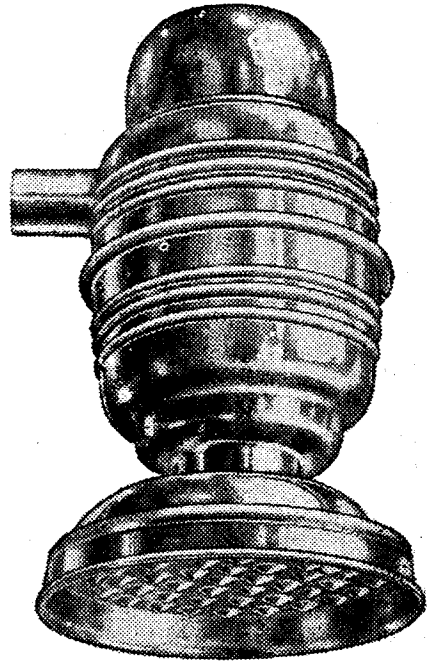

FIG. 7-A — Chuveiro comum, não automático.
FIG. 7 — Corte transversal de um chuveiro elétrico. A água entra no chuveiro através do cano F, sobe ao longo da resistência aquecedora, até à abertura do tubo E, por onde desce ao chuveiro propriamente dito, I. A resistência está, portanto, sempre submersa na água, cujo nível é determinado pela altura do tubo E. Na parte de cima do corpo, existe uma tampa B, na qual estão presos dois parafusos de contato G, isolados da tampa por intermédio de arruelas de borracha. Os parafusos servem, ao mesmo tempo, para apoiar o carretel de porcelana C, por meio de dois sólidos fios de cobre. A tampa superior H só serve como cobertura para os parafusos de ligação.
A construção interna de um chuveiro simples está ilustrada na fig. 7. Dentro de um vasilhame (A) fechado por uma tampa (B) está enrolada, sôbre um carretel apropriado, de material refratário (C), a resistência (D). A saída da água se verifica através do tubo (E), enquanto que a água entra no vasilhame através do cano (F). A água, no seu caminho através do chuveiro, entra pelo cano (F), sobe ao lado do corpo refratário, e sendo neste caminho aquecida pelo fio níquel-cromo, entra no tubo (E) descendo então ao chuveiro pròpriamente dito (I).